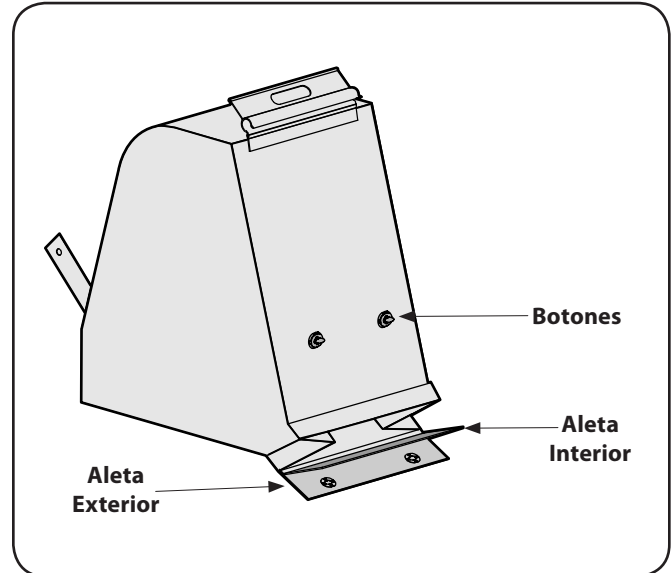

Figura 5-2
5. Gire los dos botones de la parte posterior de la bolsa para abrirla y vaciar el contenido. Vea la Figura 5-2. Sostenga la manija y el broche de la bolsa mientras vacía el contenido.
7. Doble la aleta exterior sobre la aleta interior e inserte los botones de la bolsa a través de las salidas metálicas. Vea la Figura 5-2.